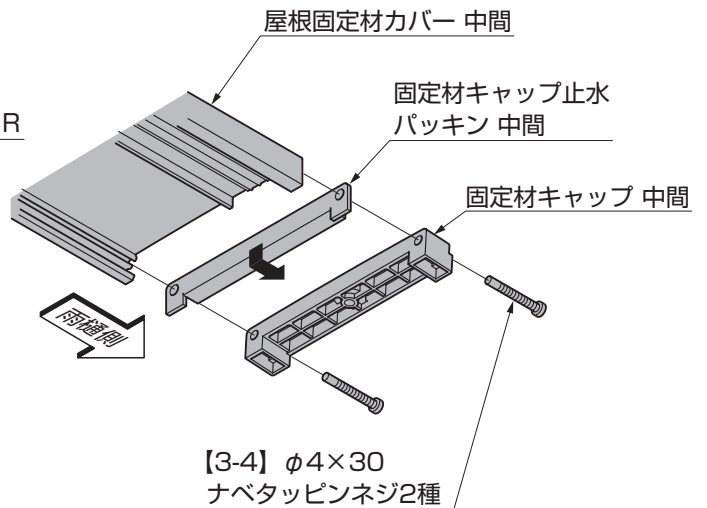

図9-11 中間部
- ② 固定材キャップ 止水パッキン 中間、固定材キャップ 中間を屋根固定材カバー 中間の雨樋側に【3-4】で取付けてください。(図9-11参照)
(4) 屋根固定材止水パッキンの取付け